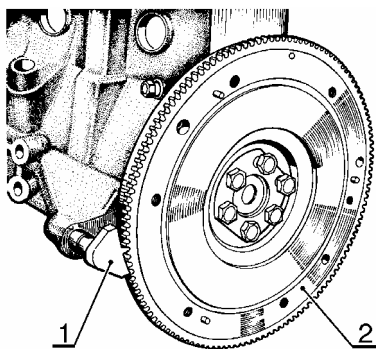

Рис.16. Установка фиксатора маховика:
6.3.3 Установить фиксатор 1, рис.16, для предотвращения проворачивания коленчатого вала (фиксатор 67.7820-9526).